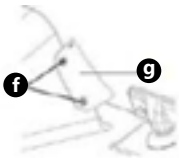

Abb. 8
- Lösen Sie die Schrauben (f) der Schutzvorrichtung (g) an der Rückseite des Gerätes mit einem geeigneten Schraubendreher und nehmen diese ab (Abb. 8).